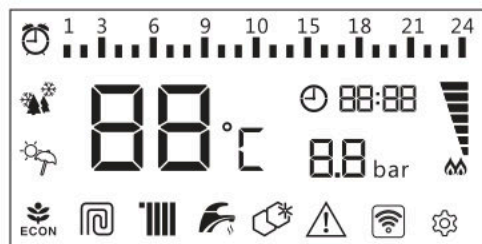

Рис. 5
3.10.1 Вид панели управления с цифровым дисплеем (рис. 5, табл. 3)